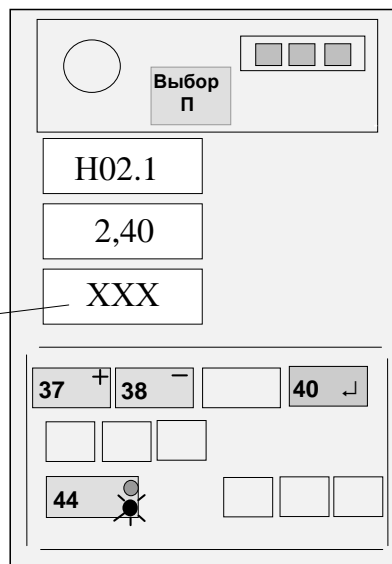

Рисунок 10
Нажимая кнопки "+" (41) и "-" (42), набрать на среднем ИЖЦ значение вылета, указанного в правом столбце таблицы 4 (см. рисунок 10) для установленного значения вылета по рулетке.
Нажать на время 1 с кнопку "↵" (40) и, проконтролировав короткий звуковой сигнал, отпустить кнопку (см. рисунок 10).